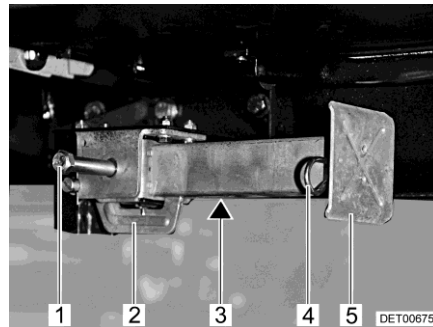

Fig. 39 Piedino di stazionamento
- Inserire la chiave a tubo nell'esagonale (Fig. 39,1) e ruotare fino a quando il piedino di stazionamento non si trova in posizione verticale verso il basso.
- Se la lunghezza del piedino di stazionamento è regolabile, sfilare la copiglia (Fig. 39,4) dal piede del prolungamento (Fig. 39,5).
- Inserire la chiave a tubo nell'esagonale (Fig. 39,1) e ruotare fino a quando il piedino di stazionamento non si stacca dal terreno.
- Spingere completamente all'interno il prolungamento del piede di appoggio (Fig. 39,5) e inserire la copiglia (Fig. 39,4) nel foro apposito.
- Girare sull'esagonale (Fig. 39,1), finché il piedino di stazionamento è orientato verso l'alto e la guida (Fig. 39,2) si trova proprio alla fine della scanalatura (Fig. 39,3).